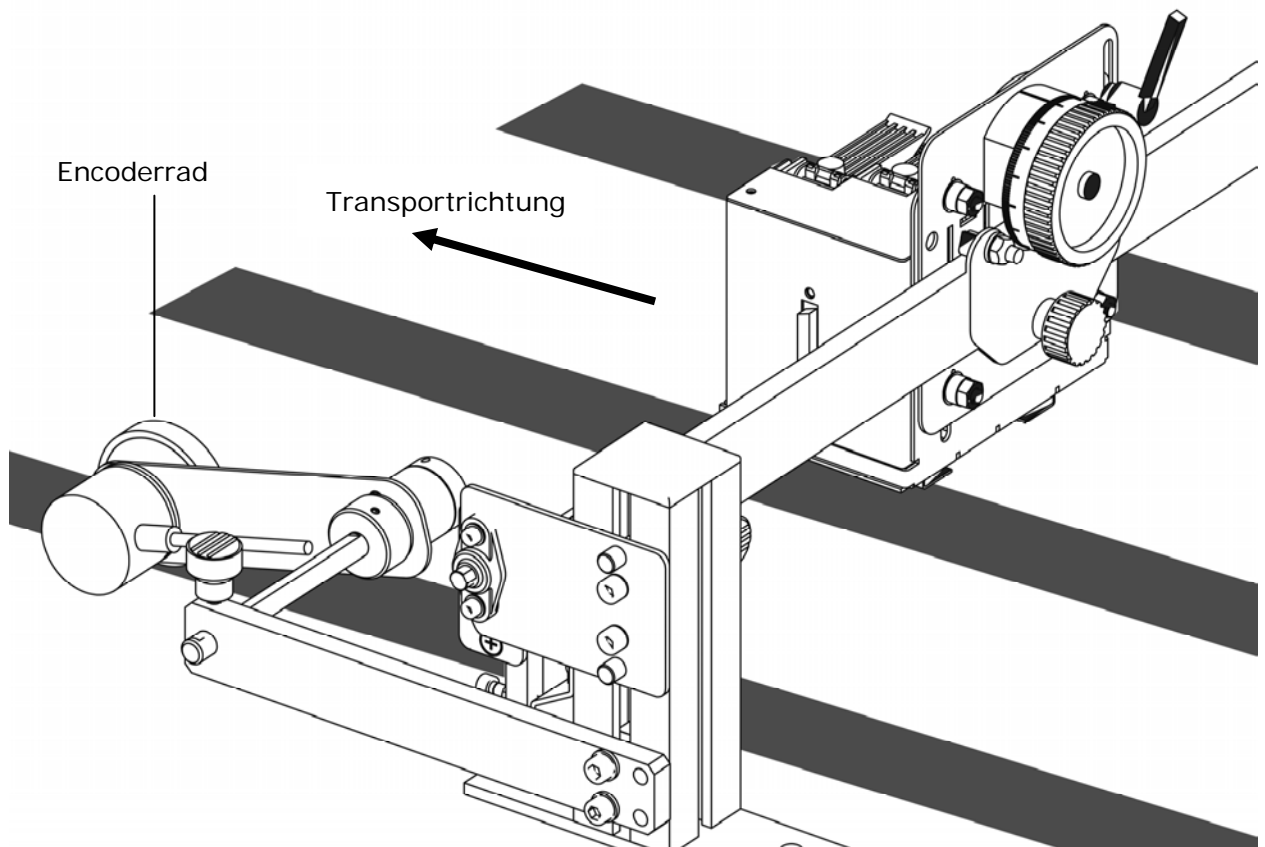

Abbildung 12: Montieren des Encoderrades
- Befestigen Sie die Halterung des Encoderrades nach Möglichkeit an einem der Druckeinheitenprofile (siehe Abbildung 12).